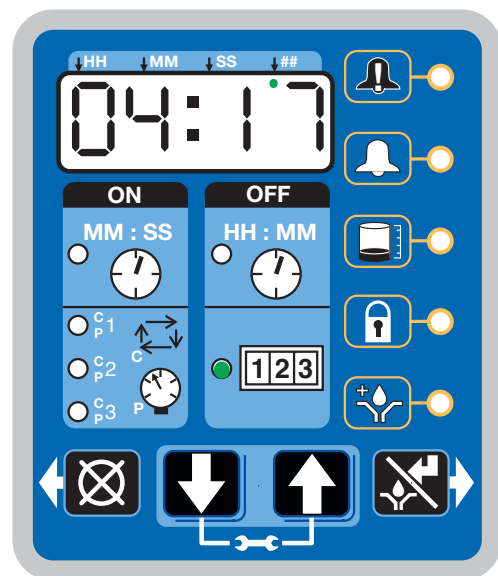

FIG. 54
- La DEL située à côté de 1-2-3 s'allume (FIG. 54).
L'exemple de la FIG. 54 montre qu'il reste 4 heures et 17 minutes avant une panne ou avant que le mode Lubrification (pompe en MARCHE) se produise.